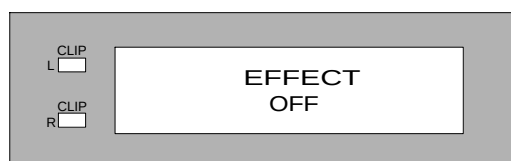

Fig 2.8: Effect apagado
(6) BYPASS(bypass), cuando se pulsa, el efecto desaparece (fig. 2.8), pulsando otra vez el efecto se reanuda.